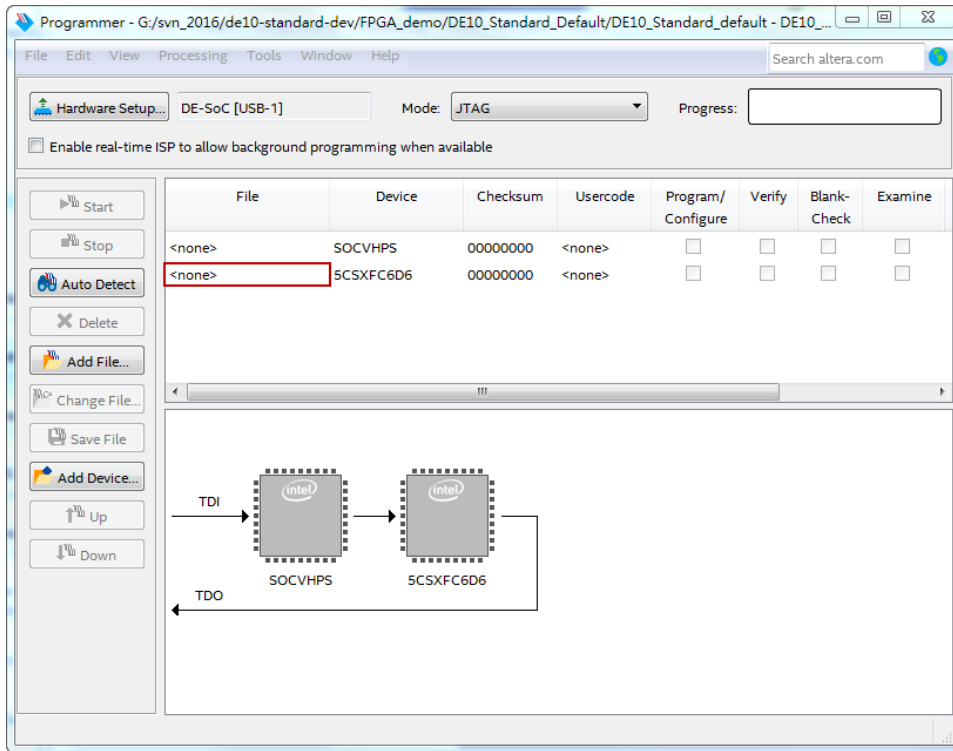

图 8-6 Programmer 工具检测到两个 FPGA 和 HPS
- 3、点击**Auto Detect**按钮，选择对应的FPGA器件，如图 8-6所示，检测到FPGA器件与HPS。
4、双击图 8-6所示的红色矩形区域，在出现的Select New Programming File窗口中选择.jic文件。
- 3、点击**Auto Detect**，选择对应的FPGA器件，如图 8-6所示，检测到FPGA器件与HPS。
- 4、双击图 8-6所示的红色矩形区域，在出现的Select New Programming File 页面选择.jic 文件。